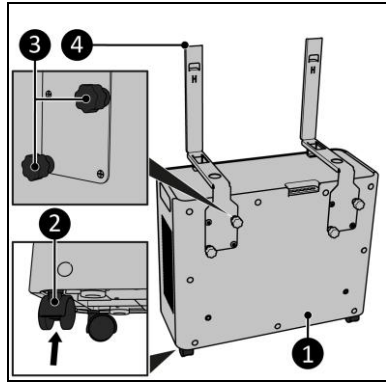

Abbildung 12
2. Befestigen Sie die Räder (Abbildung 12, Pos. 2) an der Außeneinheit (Abbildung 12, Pos. 1), indem Sie diese in die Löcher an der Unterseite der Außeneinheit schieben.
3. Befestigen Sie die Innenhalterungen (Abbildung 12, Pos. 4) an der Außeneinheit (Abbildung 12, Pos.1), indem Sie zwei Schraubkappen pro Halterung festziehen (Abbildung 12, Pos. 3).